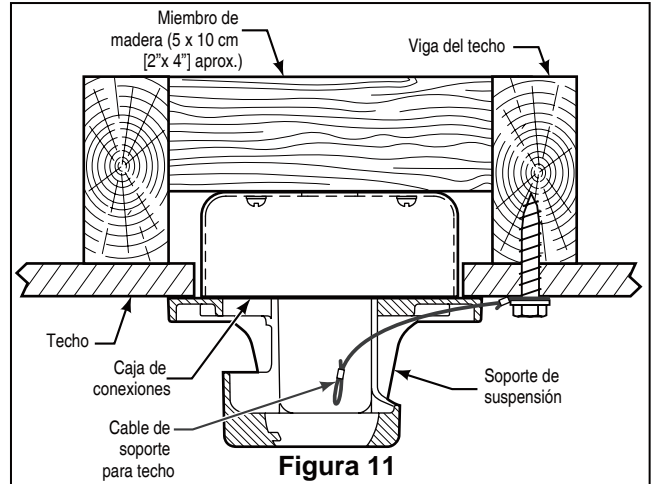

Figura 11
1. Fije bien la abrazadera para colgar a la caja de salida con los tornillos y las arandelas provistas con la caja de salida. (Figura. 11)
2. Perfore un orificio de 1/4" en la estructura del edificio para evitar grietas con la instalación del tornillo de intervalo. Utilice el tornillo de intervalo de 3/8"x 2" y la arandela plana para fijar el cable de seguridad a la viga del techo o a la estructura de madera. Dicho tornillo pasará a través de arandela plana, la presilla del cable de seguridad y se fijará en la estructura del edificio. (Figura. 11)
NOTA: el cable de soporte para techo no se puede asegurar solamente a la caja de conexiones; se debe asegurar directamente a la viga de techo o miembro estructural con el tornillo de cabeza cuadrada de 3/8"x2" y la arandela plana. (Figura 11)